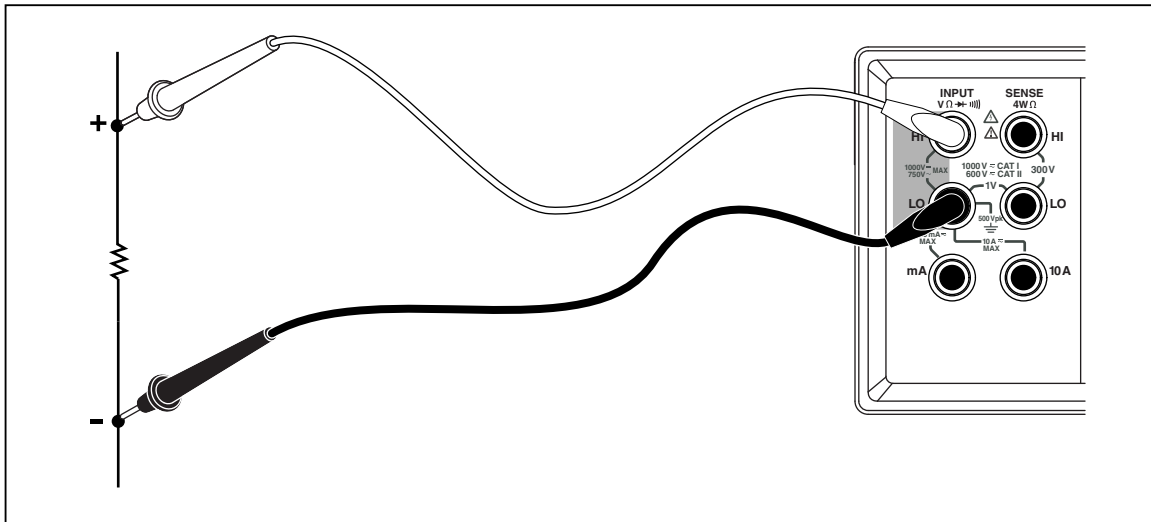

Figura 3-5. Misurazione della resistenza a 2 fili
1. Collegare i cavetti di prova tra il multimetro e il circuito in prova, come illustrato nella Figura 3-5.